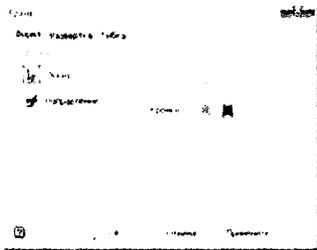

Рис. 10.5. Выбор части эскиза, из которой будет создана грань
3. Запустится инструмент **Грань**, и, так как на эскизе более одного замкнутого контура, вам нужно будет выбрать больший контур, как показано на рис. 10.5.